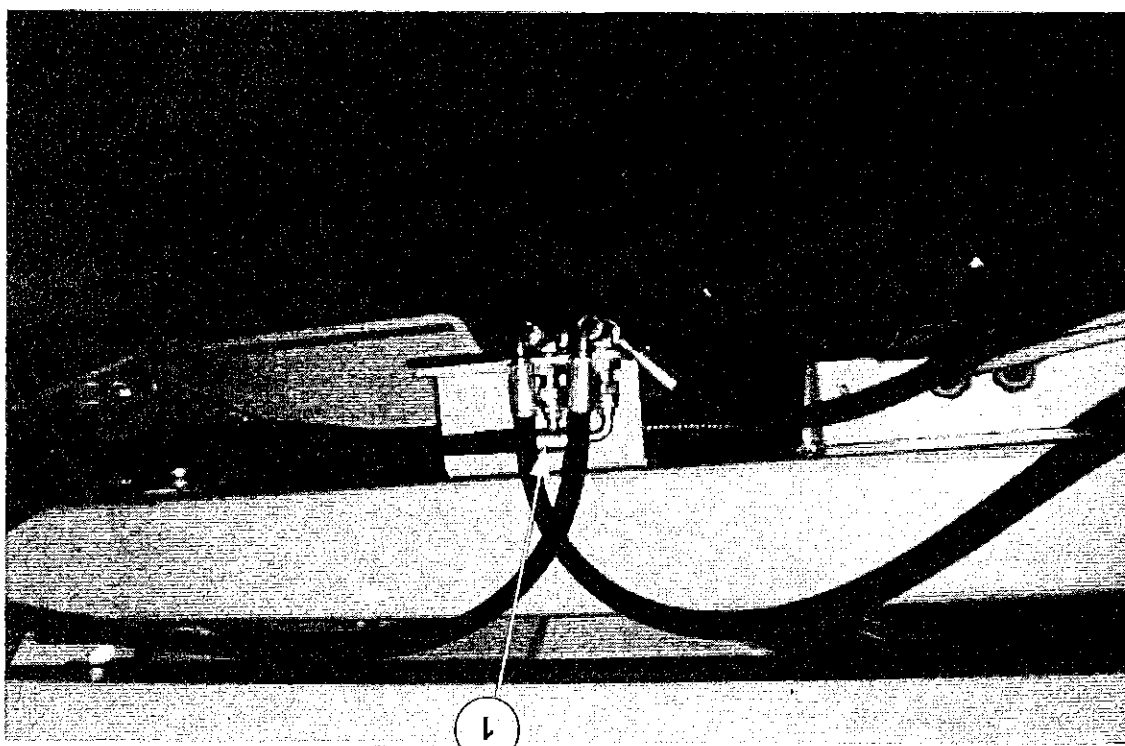

Fig. 5-9
- 2) Scollegare i tubi idraulici per il ripiegamento del nastro dal bloccetto part 1 di fig. 5-9.